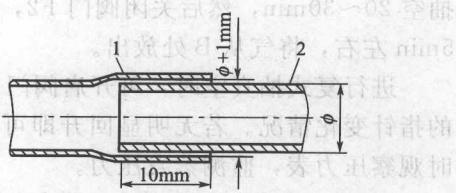

图 1-14 铜管的插接
(2) 胀管的方法 在制冷设备维修过程中，管路的连接除去使用螺纹连接外，有时还会采用焊接。如果是两根直径相同的紫铜管需要焊接，为了保证焊接的密封性和机械强度，需要把一根管插入到另一根内进行焊接，因而也就产生了紫铜管的胀管问题。胀管后两根紫铜管的插接见图 1-14。